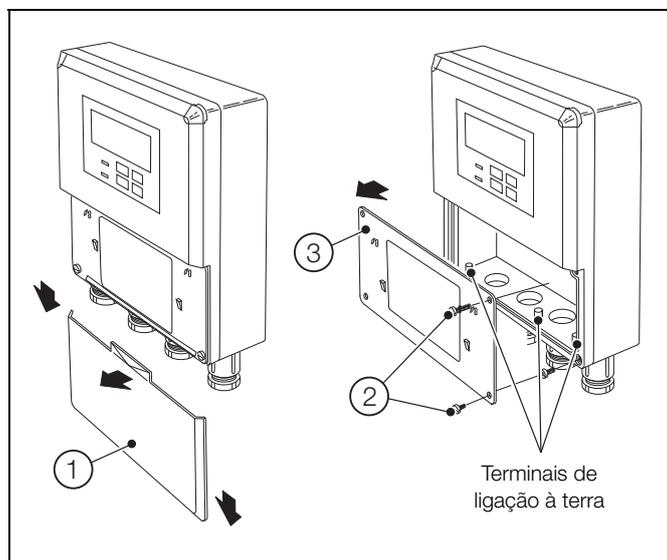

Fig. 4.1 Acesso aos terminais –
Tendo por referência a Fig. 4.1:
- O(s) terminal (ais) é(são) instalado(s) na caixa do analisador para conexão da terra do barramento – consulte as Figs. 4.1, 4.4 e 4.5.
- Consulte a Fig. 4.1, página 12, para ver o acesso aos terminais.